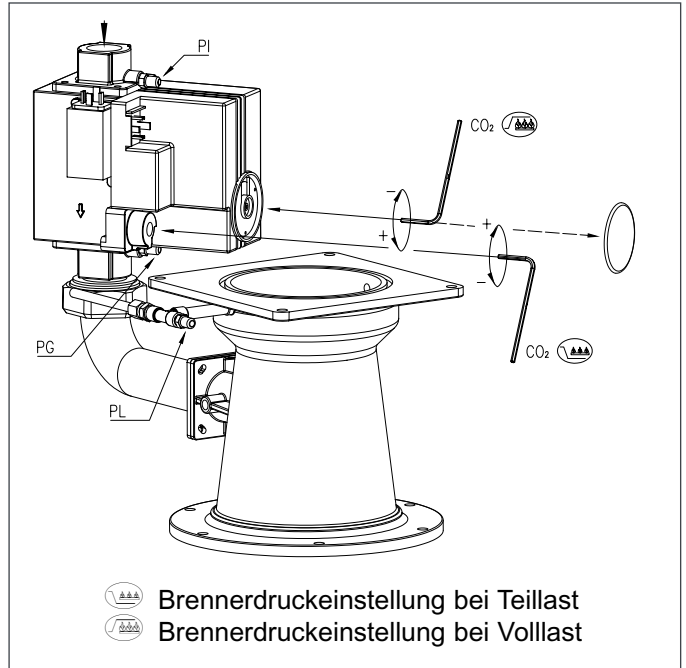
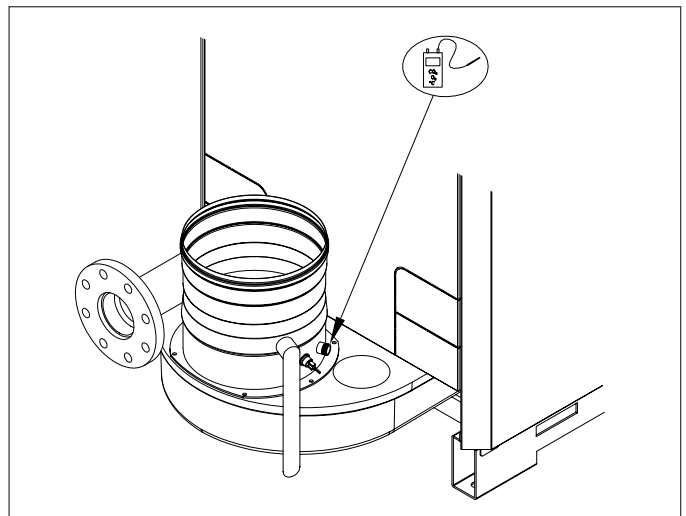

Bild 16 Einstellungspunkte der Gasmultiblocke
Bild 17 Messpunkt Abgas
11. Überprüfen Sie den Gasvordruck PI (siehe Bild 16).
- 17.a** Die ordnungsgemäße Einstellung der Gas-/Luftverbundregelung muss überprüft und, wenn erforderlich, korrigiert werden. Die Kontrolle erfolgt auf Volllast und Teillast, die Einstellung findet nur am Gasmultiblock statt. Für die Kontrolle und Einstellung sind ein Abgasmessinstrument (auf O₂-Basis) und ein Gasdruckmesser erforderlich. Achten Sie darauf, dass die Öffnung (siehe Bild 17) rund um die Messsonde während der Messung gut abgedichtet ist. Schließen Sie den Gasdruckmesser zwischen dem Messpunkt PG unten auf dem Gasmultiblock und dem Messpunkt PL am Venturirohr an (siehe Bild 16).